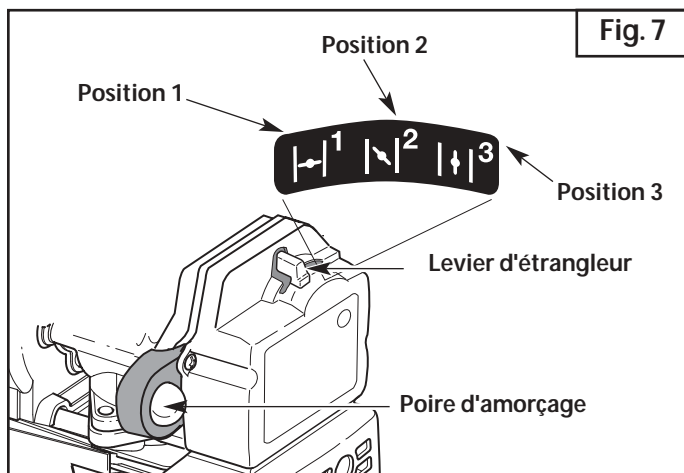

Fig. 7
3. Mettez le levier d'étrangleur en Position 1 (Fig. 7).
4. Pressez et relâchez la poire d'amorçage à 10 reprises, lentement. Une certaine quantité de **carburant devrait être visible dans la poire d'amorçage** et les conduites de carburant (Fig. 7). Si vous n'apercevez pas de carburant dans la poire, pressez et relâchez la poire autant de fois que nécessaire jusqu'à ce que vous aperceviez du carburant dans cette dernière.